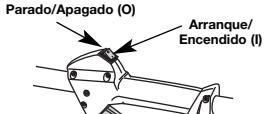

Fig. 10
- Saque la tapa de la gasolina (Fig. 10).
- Coloque el pico del recipiente de gasolina en el orificio de llenado del tanque de gasolina (Fig. 10) y llene el tanque.
NOTA: No hay necesidad de encender la unidad. El Control de Parada Encendido/Apagado (On/Off) está en la posición Encendido (ON) (I), en todo momento (Fig. 10).